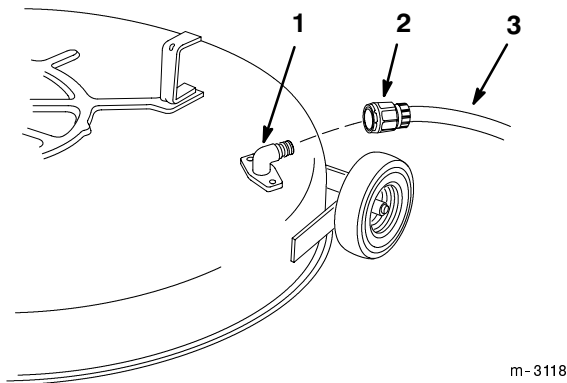

Figure 50
2. Vissez le raccord de lavage à l'embout de lavage du carter de tondeuse et ouvrez l'eau en grand (Fig. 50).